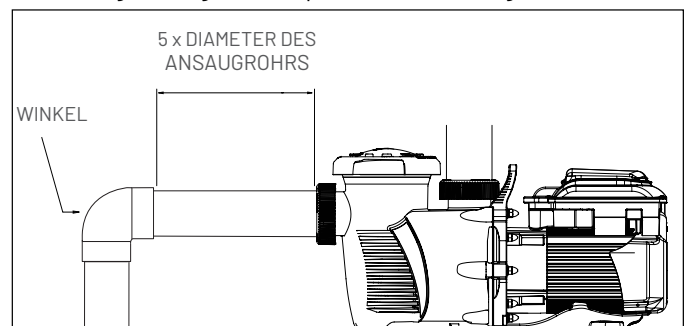

Abbildung 2: Empfohlene Verrohrung
4. Pentair empfiehlt für die meisten Installationen den Einbau eines Ventils sowohl auf der Pumpenansaugseite als auch in der Rücklaufleitung, damit die Pumpe während einer vorgesehenen Wartung isoliert werden kann. Wir empfehlen jedoch auch, ein Ventil, einen Winkel oder ein T-Stück in der Ansaugleitung nicht näher an der Vorderseite der Pumpe zu montieren, als in einem Abstand, der dem fünffachen (5) Diameter der Ansaugleitung entspricht. Das Rohr sollte in der Nähe des Saug- und Druckstutzens der Pumpe abgestützt werden, um die Belastung auf die Pumpe zu verringern. Die Rohrverbindungen nicht zu fest anziehen. Verwenden Sie nur Dichtstoffe für Kunststoffe. Verwenden Sie keine Produkte auf Erdölbasis. Die Saugleitung muss unbedingt dicht sein. Die Saugleitung muss immer mindestens die gleiche Größe haben wie die Saugöffnung der Pumpe. Siehe Abbildung 2.